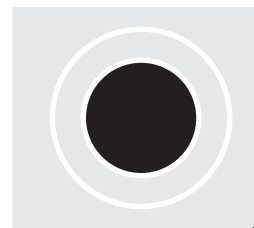

Fig. 2
2. Oprima y gire la perilla de control a la izquierda (Véa la Figs. 2 & 3) para un utensilio de cocina más pequeño o a la derecha (Véa la Fig. 4 & 5) para un utensilio más grande asta el ajuste deseado usando la pantalla del indicador digital ESEC.